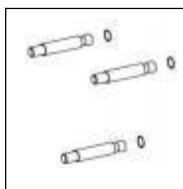

Bild 2.
- 2). Sätt i de tre medföljande expansionsbultarna (1) i de borrarade monteringshålen. Du kan behöva använda en hammare för att fästa dem genom hålen. Se (bild 2.)